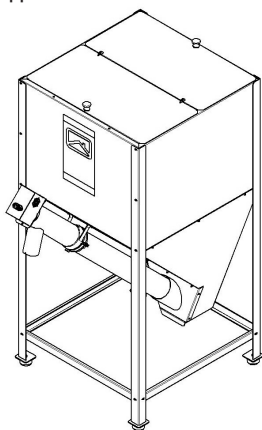

Рисунок 2 - Бункер напольный
- Бункер напольный (рисунок 2), располагаемый рядом с котлом